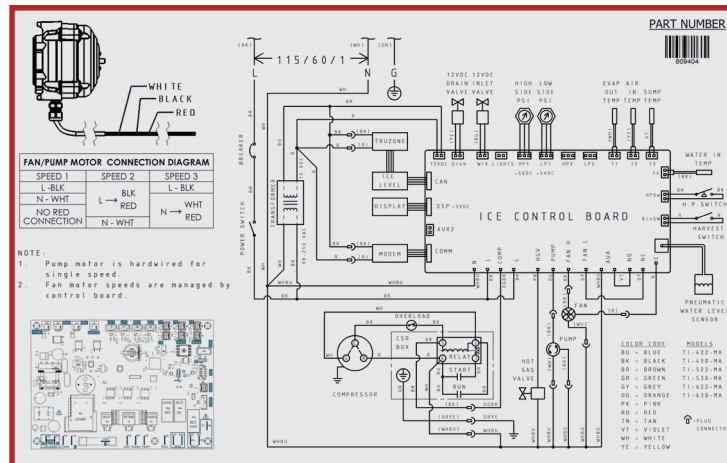

Рис. 1. Схема подключения расположена под верхней панелью.
- См. схему подключения под верхней панелью, как показано на рис. 1. Для того чтобы получить доступ, см. «Снятие панели» (стр. 33).